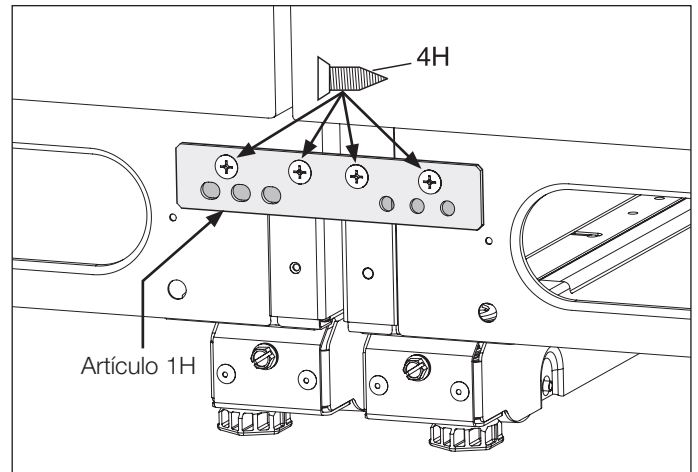

Figura 8
- d. Una las unidades con el soporte de montaje común en la parte delantera inferior utilizando un destornillador Phillips N.º 3. (Consulte la Figura 8).